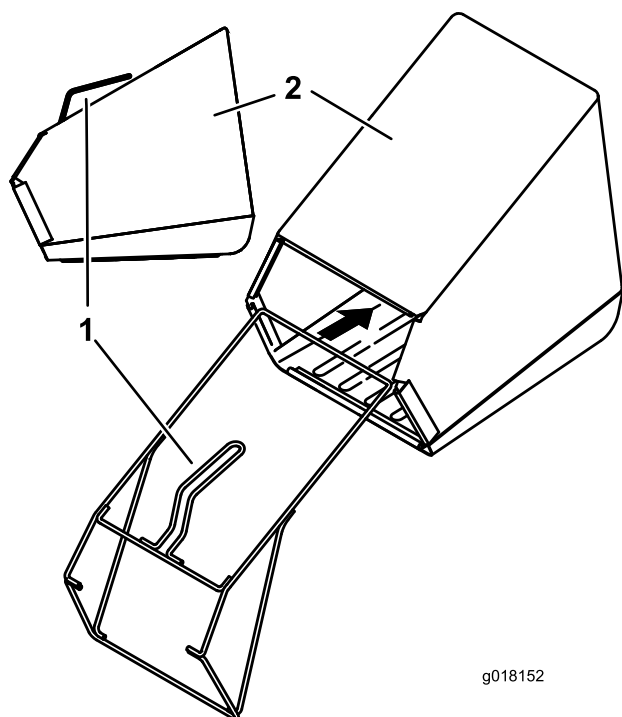

Bild 4
1. Setzen Sie den Rahmen in den Fangkorb ein; der Holm muss über dem Fangkorb sein (Bild 4).